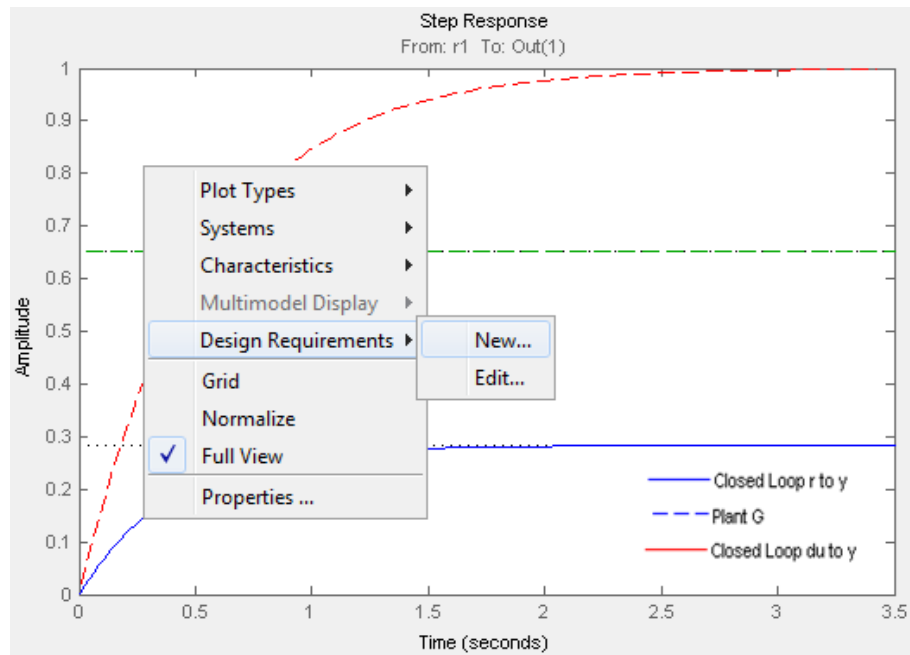

Figura 74. Esquema Agregar Requerimientos de Diseño.
- En el menú emergente elija *Design Requirements* y luego de click en *New*. Observe la Figura 74.